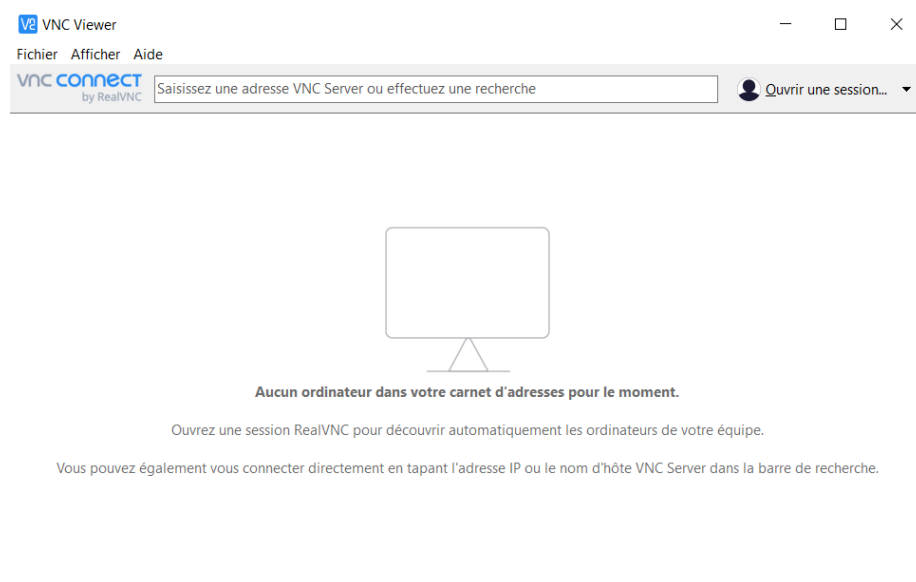

Figure 59: Accueil VNC viewer
- Lorsque VNC viewer est lancé, vous obtenez le visuel de la Figure 59. Avant d'utiliser la zone de saisie pour chercher le Raspberry Pi, vous devez vous assurer que le PC et le Raspberry Pi sont sur le même réseau. La procédure de configuration d'un réseau Wifi sur le Raspberry Pi est décrite en **ANNEXE A**. En suivant la procédure de l' **ANNEXE A**, configurez la connexion sur le réseau du Robotino, ainsi que sur un réseau Wifi pouvant se connecter à Internet (le Wifi d'un téléphone par exemple. Vous pourrez par la suite supprimer ce réseau, mais pour le téléchargement des fichiers, vous aurez besoin d'une connexion Internet). Procédez aux manipulations suivantes :